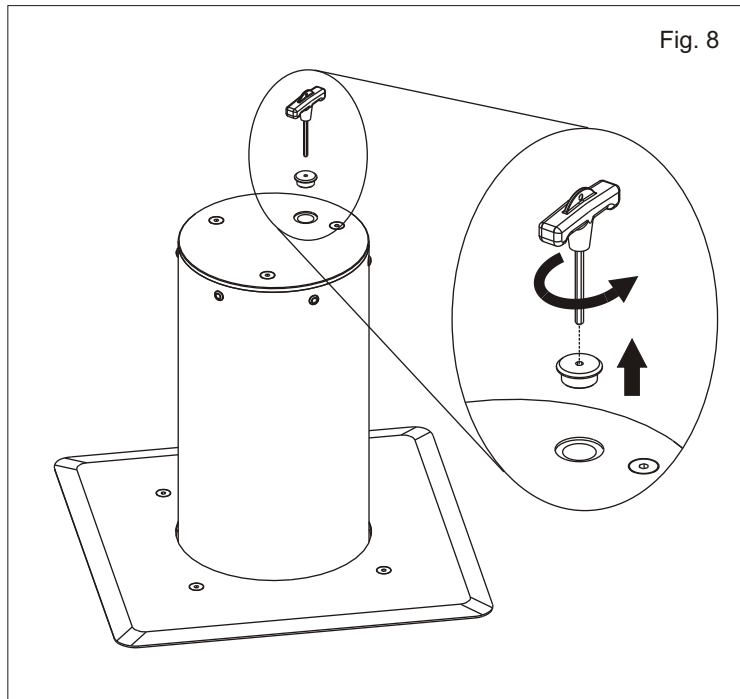

Fig. 8
3.1. Dévisser le bouchon du déverrouillage utilisant la clef hexagonale spéciale en dotation (Fig.8).